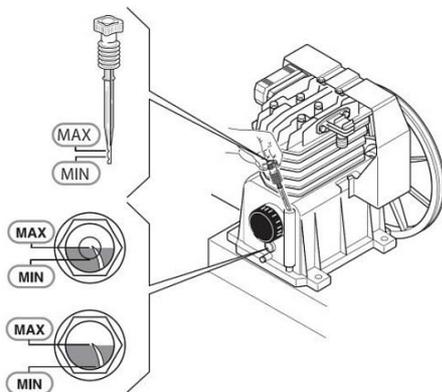

Abb. 3: Ölstand-Anzeige
Schritt 5: Den Verschluss vom Verdichter-Gehäuse abnehmen und den Ölstand prüfen. Der Ölstand muss zwischen dem Höchst- und dem Mindestwert des Schauglases bzw. des Ölmesstabs liegen (Abb. 3).